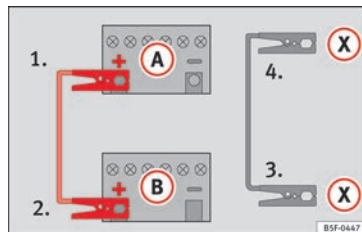

Abb. 69 Anschlusschema für Fahrzeuge mit Start-Stop-System.
- 4b. Bei Fahrzeugen mit Start-Stop-System: ein Ende des schwarzen Starthilfekabels (X) an einen geeigneten Masseanschluss, ein massives, fest mit dem Motorblock verschraubtes Metallteil oder an den Motorblock selbst anklemmen » » Abb. 69.
5. Klemmen Sie das andere Ende des schwarzen Starthilfekabels (X) im Fahrzeug mit der entladene Batterie an ein mit dem Motorblock verschraubtes, massives Metallteil oder an den Motorblock selbst, aber so weit wie möglich von der Batterie (A) entfernt an.